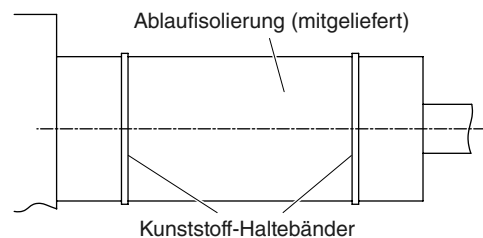

Abb. 3-38
(2) Nach der Überprüfung des Abflusses die mitgelieferte Abdichtung und den Ablaufrohr-Isolator um das Rohr wickeln. (Abb. 3-38)